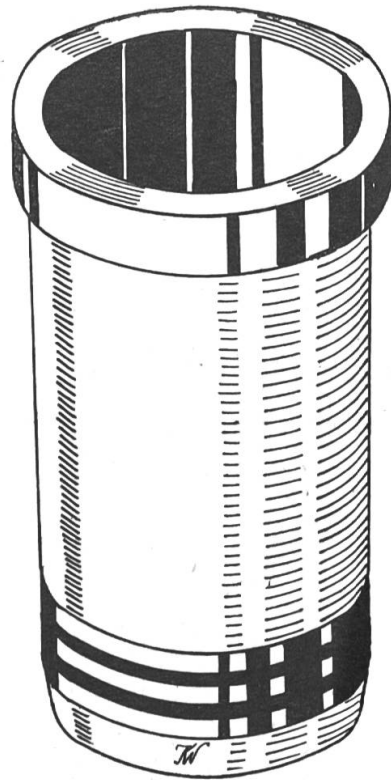

Fig. 79
- Fig. 79: «Boîte humide» telle qu'elle est utilisée de nos jours dans beaucoup de moteurs.
L'alésage des cylindres se fait à l'aide de machines spéciales, en plusieurs opérations, car il importe que le travail s'accomplisse avec une exactitude et une finesse méticuleuses. Souvent, les courses de piston coulées sont remplacées par des «**boîtes**» spéciales introduites dans le monobloc. Dans la plupart des cas, ces dernières sont noyées à l'extérieur (côté non travaillé) dans l'eau de refroidissement (fig. 79, 80).
Pour remettre au point un monobloc usé, il faut **aléser les divers cylindres** jusqu'à ce que l'on ait rétabli de haut en bas la forme ronde primitive, travail exigeant la plus grande exactitude. Mais il est évident que les parois deviennent de plus en plus minces. L'épaisseur normale peut être de nouveau obtenue par l'introduction de «boîtes» sèches très minces. Parfois, des pièces de ce genre sont encastrées dès le début de manière à permettre l'emploi de matières de haute valeur et pour simplifier les réparations. (Fig. 79, 80.)